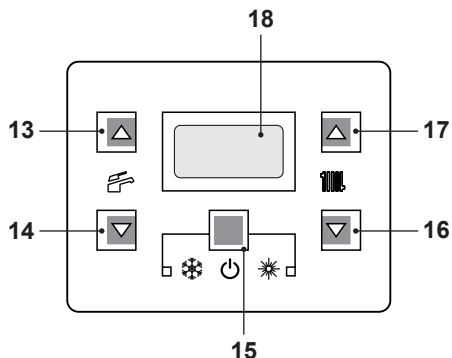
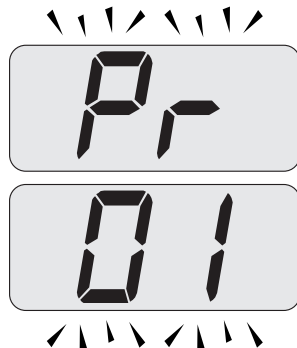
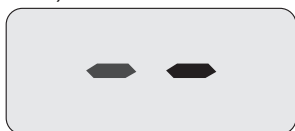

Figura 7.2
Figura 7.3
Figura 7.8
- Entrare in "modalità programmazione" premendo contemporaneamente per 10 secondi i tasti 15 - 16 - 17 (Figura 7.2) fino a far apparire sul display LCD le lettere **Pr** che si alternano con il codice **01**, indicanti l'entrata nel "parametro 01" (Figura 7.3).
- Premere contemporaneamente i tasti 16 e 17 (Figura 7.2) fino a far apparire sul display LCD le lettere **LP** che si alternano con il valore di temperatura dell'acqua di riscaldamento (es.45), indicanti l'entrata nell'attivazione della "funzione spazzacamina" alla potenza minima (Figura 7.4).
- Premere il tasto 16 (Figura 7.2) fino a far apparire sul display LCD le lettere **LP** che si alternano con il valore di temperatura dell'acqua di riscaldamento (es.**60**), indicanti l'entrata nell'attivazione della "funzione spazzacamino" alla potenza minima in sanitario (Figura 7.7).
- Spegnere la caldaia tenendo premuto per 2 secondi il tasto 15 (Figura 7.2) fino a far apparire sul display LCD il simbolo  (Figura 7.8).